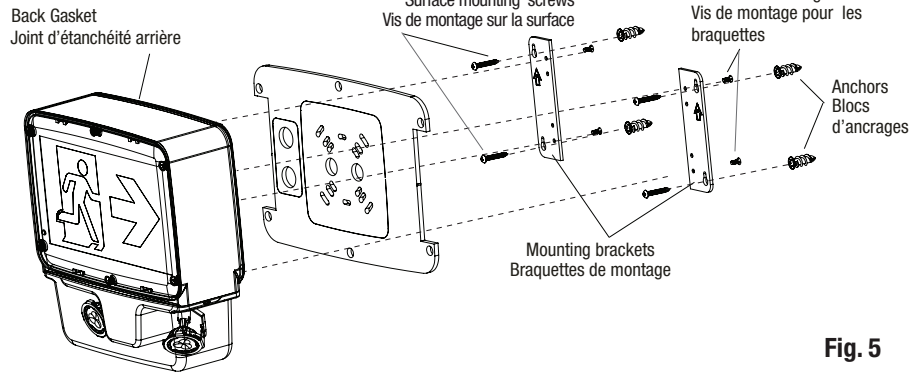

Fig. 5
4.c For Mounting Bracket installation (Fig. 5) only, drill the appropriate central hole following the designated drill pattern in the back housing. Remove the sides parts of the gasket and paste it on the back of the unit and route the proper wire through the central hole. Mount the brackets on the back housing using the four screws provided in the hardware bag (use screwdriver PH2X). Place the housing on the required surface and use the bracket holes as a drilling template. Drill the four holes and fix the mounting anchors inside each hole.
7.b For mounting bracket installation only (Fig.5), mount the fixture on the surface using the two brackets and the four mounting screws provided (use screwdriver PH3X). Tighten the screws enough to compress the gasket to ensure a good sealed joint.
4.c Pour l'installation avec brackets de montage (Fig. 5) seulement, percer le trou central approprié en suivant le modèle de perçage désigné dans le boîtier arrière. Retirer les parties latérales du joint d'étanchéité et coller-le à l'arrière de l'unité et passer les fils électriques par l'orifice central. Monter les brackets sur le boîtier arrière à l'aide des quatre vis fournies dans le sachet de pièces (Utiliser le tournevis PHx2). Placer le boîtier sur la surface requise et utiliser les trous du support comme gabarit de perçage. Percer les quatre trous et fixer les ancrages de fixation à l'intérieur de chaque trou.
7. b Pour installation avec brackets de montage (Fig. 5) seulement, fixer l'unité en place avec l'aide de deux supports et les quatre vis de montage incluses (utiliser le tournevis PH3X). Serrer les vis suffisamment pour comprimer le joint d'étanchéité pour assurer un joint scellé.